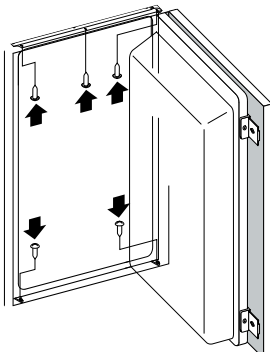

Bild 5
- Schließlich befestigen Sie das Gerät ins Möbelement. Schrauben Sie es an die Decke mit drei Schrauben durch die obere Leiste (A 4 x 12) und in den Boden mit zwei Schrauben durch die unteren Scharniere (A 4 x 16). Für die Schrauben A 4 x 12 sind Löcher  $\varnothing$  3 x 5 auszubohren (Bild 5).